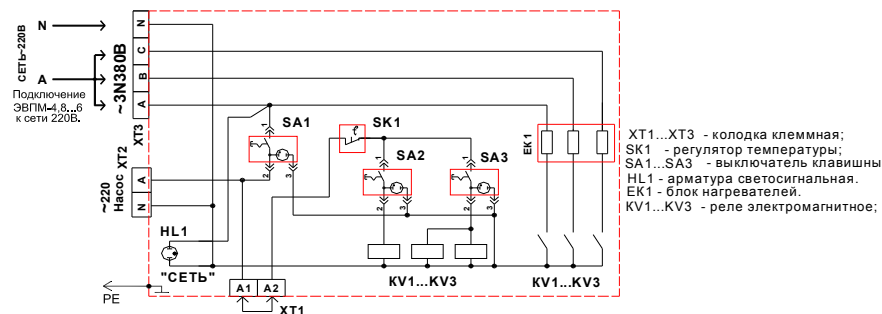

Рис. 3 ЭВПМ-4,8...12(3 реле, 3 нагревателя) Схема электрическая принципиальная.
6.7. Система с естественной циркуляцией (рис.3) зависит от расположения водонагревателя (котла) и требует монтажа труб большого диаметра. Водонагреватель, с целью улучшения условий циркуляции воды в системе отопления, необходимо установить так, чтобы его нижний патрубок был ниже радиаторов отопления (нижней точкой всей системы отопления), что выполнить не всегда удается.